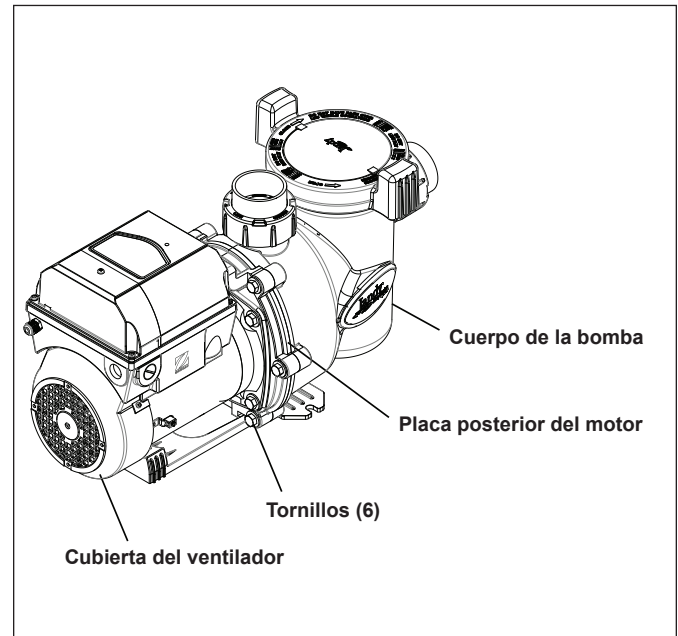

Figura 13. Retire la cubierta de la bomba
3. Utilizando una llave 9/16", afloje los pernos que conectan el cuerpo de la bomba a la placa posterior del motor. Véase la Figura 13.